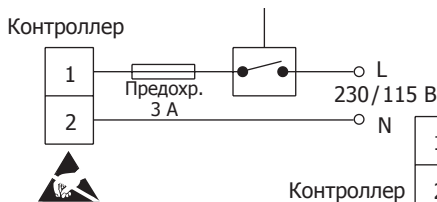

Рис. 3
- Прорежьте и просверлите отверстия, как показано на рис. 3.
3. Предохранители должны стоять на всех фазовых проводах (см рис. 3 и 4).